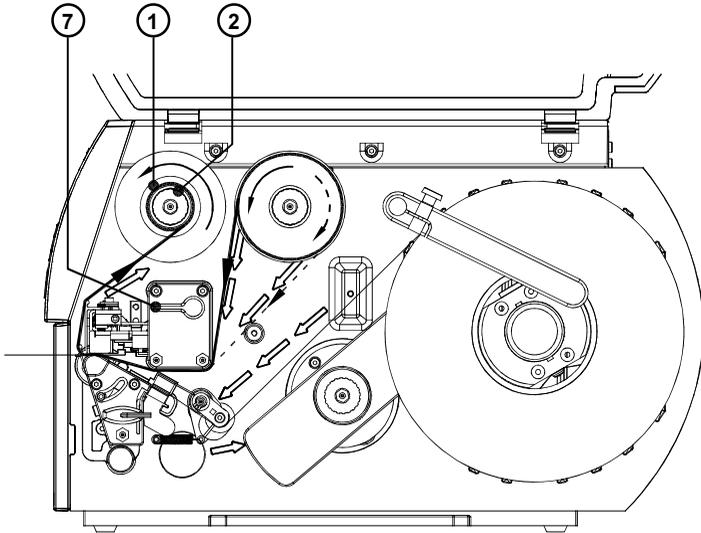

Bild 7k Transferfolienlauf
Beachten Sie die Beschichtungsseite Ihres Transfermaterials. Die Schichtseite muss beim Einlegen auf der dem Druckkopf abgewandten Seite liegen ! Im Bild 7k gilt die durchgezogene Linie für Transferfolienrollen mit innenliegender Schichtseite, die gestrichelte Linie für Rollen mit außenliegender Schichtseite.
4. Halten Sie die Transferfolienrolle fest und drehen Sie die Mutter (6) entgegen dem Uhrzeigersinn, bis ein spürbarer Widerstand auftritt. Dadurch wird die Transferfolienrolle (4) am Transferfolienabwickler (5) festgeklemmt.
5. Schieben Sie einen Folienkern (1) geeigneter Breite auf den Transferfolienaufwickler (2) und klemmen Sie den Folienkern durch Drehen der Mutter (3) entgegen dem Uhrzeigersinn fest.
6. Legen Sie die Transferfolie nach Bild 7k ein und kleben Sie den Folienanfang mit einem Klebestreifen (z.B. Etikett) am Folienkern (1) fest.
7. Glätten und straffen Sie den Transferfolienlauf, indem Sie den Aufwickler (2) entgegen dem Uhrzeigersinn drehen.
8. Klappen Sie die Stütze (8) nach oben und achten Sie darauf, dass alle Zentrierstifte in die Lagerstellen der Stütze greifen.
9. Schwenken Sie den Hebel (7) entgegen dem Uhrzeigersinn bis zum Anschlag. Damit wird der Druckkopf verriegelt.